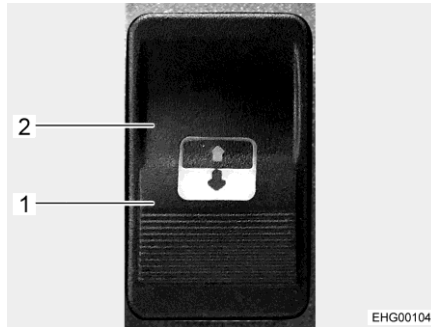

Bild 119 Bedientaste
Die Bedientaste (Bild 119) ist neben dem elektrischen Schiebedach an der Fahrzeugdecke angebracht
- Bedientaste auf der Seite mit dem Öffnen-Symbol (Bild 119,1) drücken, bis das Schiebedach in der gewünschten Position steht.
- Bedientaste auf der Seite mit dem Schließen-Symbol (Bild 119,2) drücken.
- Bedientaste auf der Seite mit dem Schließen-Symbol (Bild 119,2) drücken, bis sich das Schiebedach so weit wie möglich geschlossen hat.